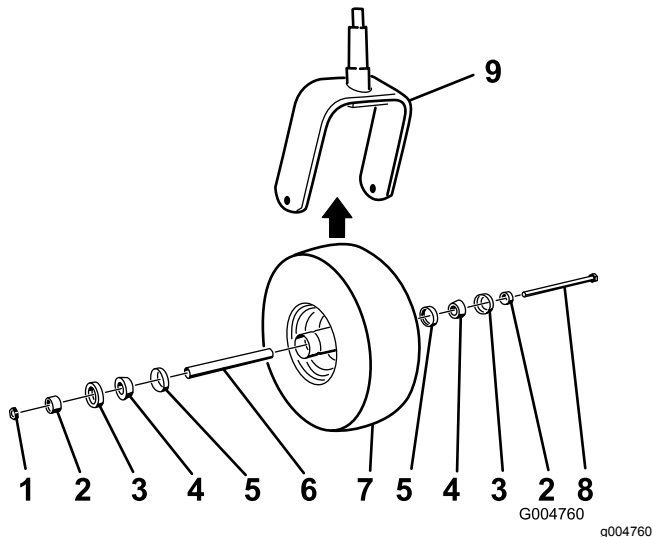

Рисунок 42
2. Снимите контргайку с болта (Рисунок 42).
5. Соберите поворотное колесо, вставив с усилием заправленные консистентной смазкой подшипники с коническими роликами и уплотнения в ступицу колеса, расположенную, как показано на Рисунок 42.